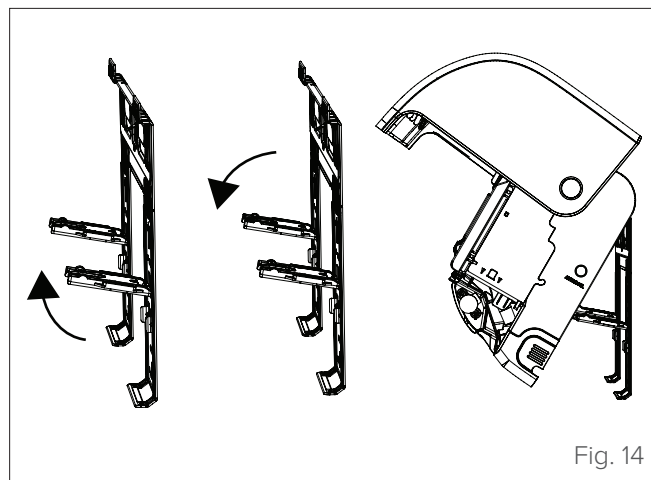

Fig. 14
- 2 Utiliser les supports de la plaque de montage pour soulever l'unité afin qu'il y ait suffisamment d'espace pour connecter les lignes frigorifiques, les câbles électriques et le tuyau de drainage (voir « Fig. 14 »).